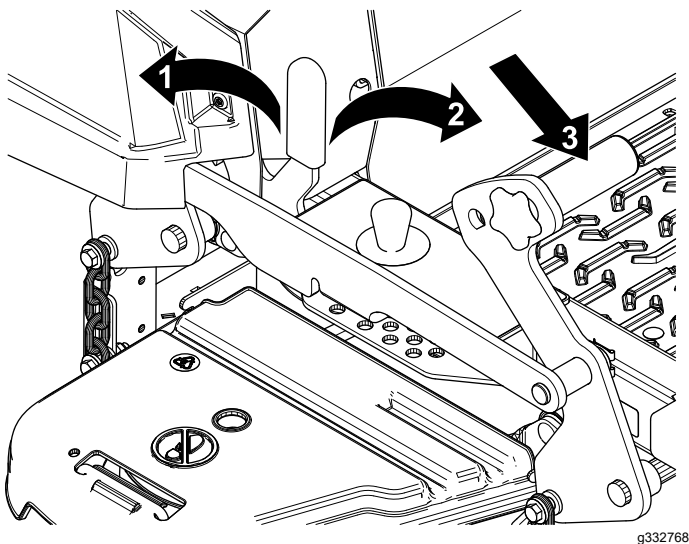

Figura 28
1. Apăsai complet în față pedala pentru ridicarea punii pentru a bloca puntea mainii de tuns iarba în poziția de TRANSPORT (Figura 28).
2. Apăsai în față pedala pentru ridicarea punii i împingei în față mecanismul de blocare pentru transport în poziția DEBLOCARE, apoi coborâi uor puntea mainii de tuns iarba. (Figura 28).